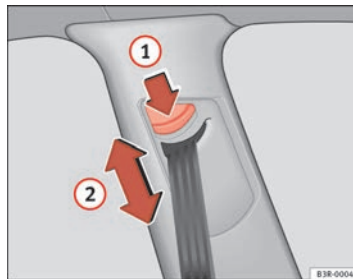

Fig. 16 Ajuste de la altura del cinturón (dispositivo-guía)
- Pulse la tecla ⇒ fig. 16 ① para ajustar la altura del cinturón.
- Desplace el dispositivo-guía hacia arriba o hacia abajo, de modo que la banda del hombro se deslice aproximadamente por el centro del mismo, pero **en ningún caso sobre el cuello** ⇒ fig. 16 ② ⇒ ⚠ en “Colocación de la banda del cinturón”, página 26.